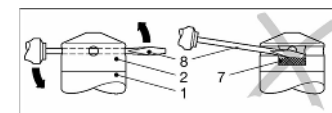

Abb. 2 Abziehen der Schutzkappe
3. (Abb.2 - 1) fest.
5. (Abb.2 - 2) ab.
2. Schieben Sie ein dünnes Werkzeug (Abb.2 - 8), z. B. einen Schraubendreher, gerade durch zwei gegenüberliegende Bohrungen der Schutzkappe (Abb.2 - 2).
HINWEIS - Messzelle (Abb.2 - 7) unter der Schutzkappe nicht beschädigen!